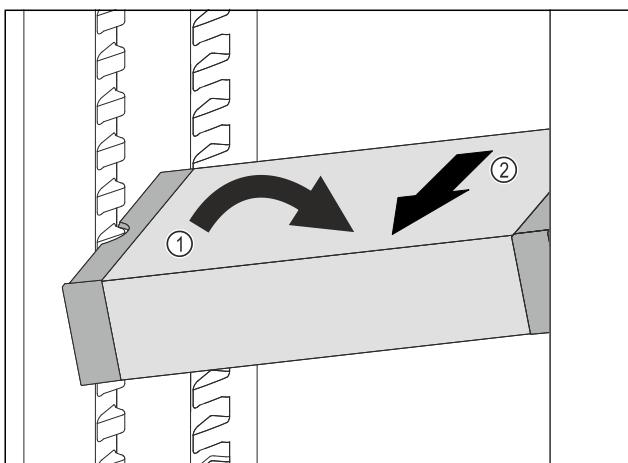

Fig. 124
- Встановити VarioSafe під кутом в охолоджувальному відділенні. Fig. 124 (1)
- Витягнути VarioSafe вперед. Fig. 124 (2)